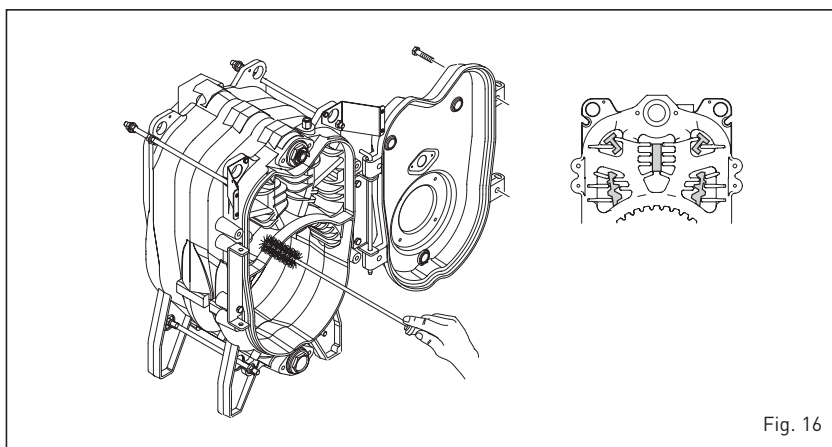

Fig. 16
4.7.1 Pulizia passaggi fumo (fig. 16)
i turbolatori nella posizione iniziale (fig. 16).